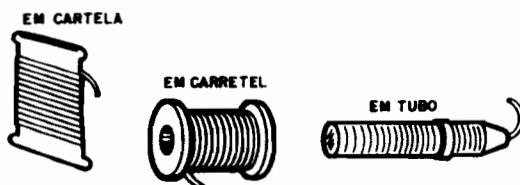

Fig.11
- **FIG. 11** - Embalagens ou apresen-
tações costumeiras do "fio de solda". Tão importante quanto usar o ferro correto, e adotar os procedimentos aqui enumerados, é trabalhar com uma solda específica para Eletrônica. O pequeno tamanho dos componentes e terminais, o baixo calibre dos fios, a necessidade de ligações rápidas, sem o desenvolvimento de muito calor, obriga-nos ao uso de solda fina, de baixo ponto de fusão (quer dizer, uma liga que se derrete, funde, sob temperaturas não muito elevadas...). Conforme ilustra a fig. 11, no varejo de eletrônica o Leitor/Aluno encontrará facilmente a solda específica em CARTELAS (normalmente com 1 metro de solda), em CARRETEL (com 1/2 quilo ou 1 quilo) ou em TUBOS ("provedores"), sendo esse último sistema de uso bastante prático, pois a própria embalagem serve como "segurador" e "munição" de solda durante a operação de soldagem (os tubos, normalmente, contém 4 ou 5 metros de solda).